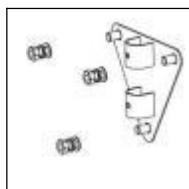
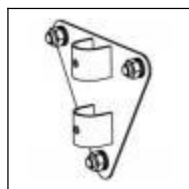

Bild 3 .
Bild 4.
- 3). Montera väggpanelen (2) på väggen och lås muttern (3) med tre steg. Du kan behöva använda en liten skiftnyckel. Se (bild 3.) (bild 4.)